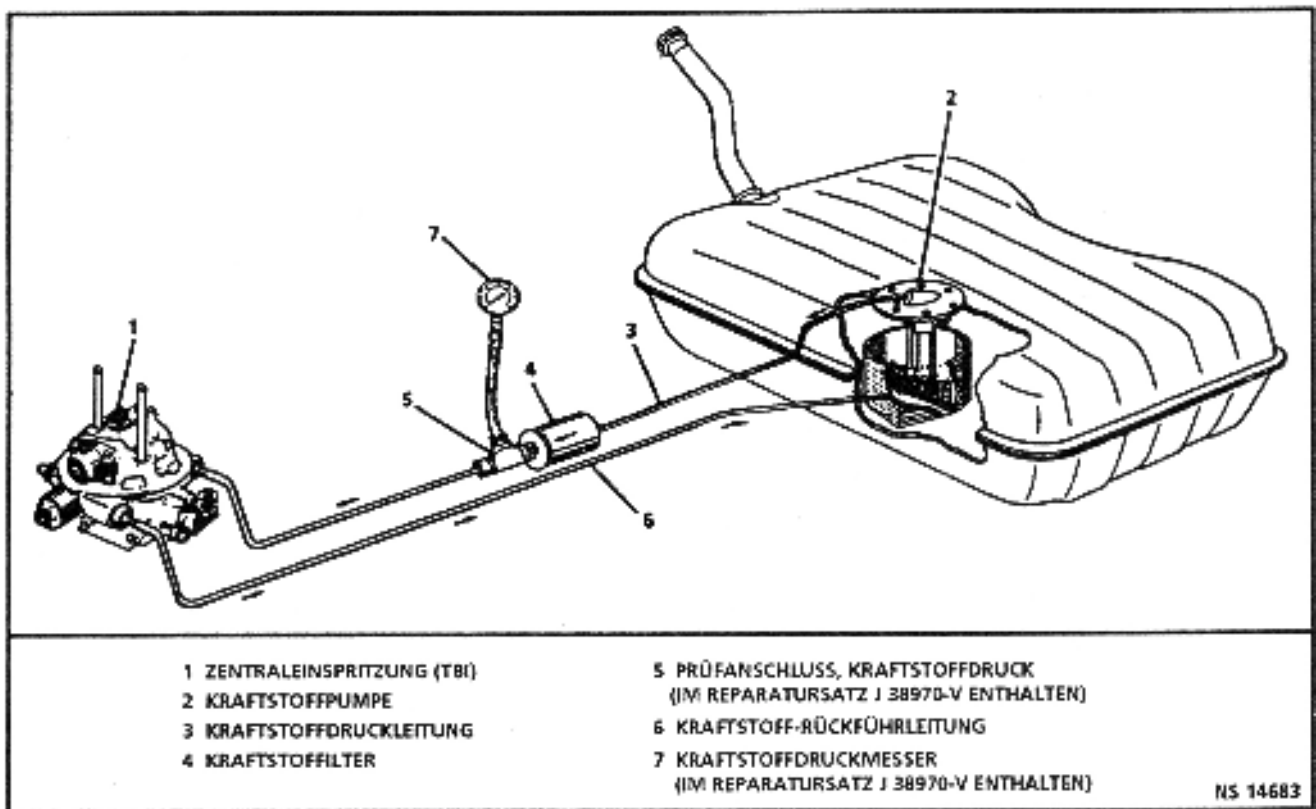

Bild 3.2-6 Druckprüfung - Kraftstoffsystem
2. Manometer am Prüfanschluss montieren und darauf achten, dass kein Kraftstoff an dieser Stelle austritt (siehe Bild 3.2-6 und 3.2-7).